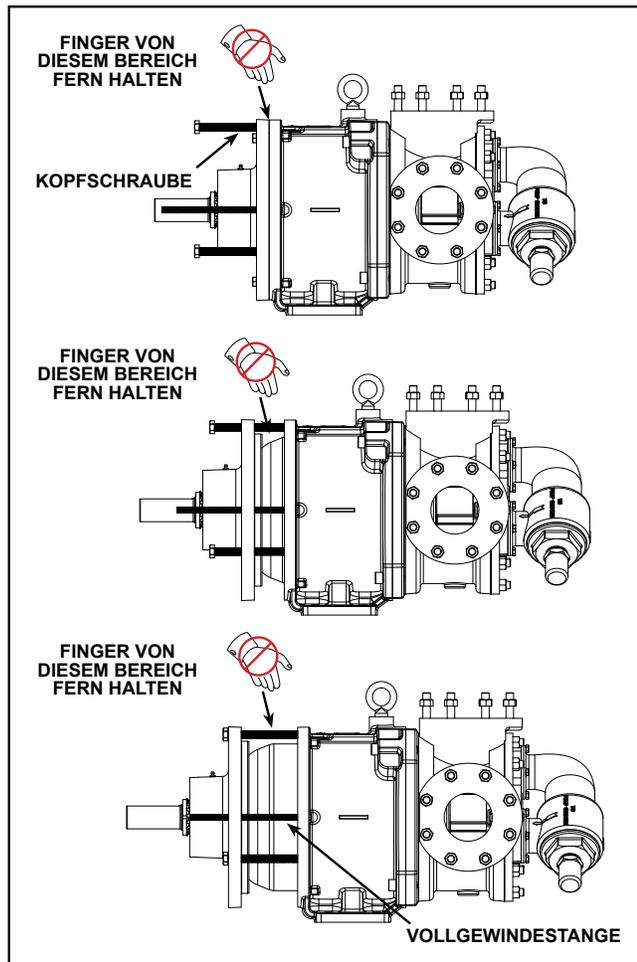

ABBILDUNG 8
9. Die innere Magneteinheit (57) mit den Abdrückschrauben (14) im Lagerträger von äußerer Magneteinheit (58) trennen (siehe Reihenfolge in **Abbildung 8**). Zur Gewährleistung der ordnungsgemäßen Ausrichtung von Lagergehäuse und Lagerträger und zur Erhöhung der Sicherheit wird empfohlen, je eine Vollgewindestange (30 cm) in die gegenüberliegenden Kopfschraubenbohrungen der Halterung zu schrauben und durch die entsprechenden Bohrungen im Lagerträger zu schieben.
10. Die äussere Magneteinheit aus der Halterung (27) schieben. Die Außenmagneten visuell prüfen. Die Magneteinheit auf Schäden und Verschleiß untersuchen und falls erforderlich austauschen. Wenn eine weitere Demontage des Lagerträgers erforderlich ist, mit dem Abschnitt „**Demontage/Montage des Lagerträgers**“ auf Seite 7 fortfahren.
11. Die Reservoirhülse (3-810-025-999-00) in die Halterung über dem Reservoir (59) einsetzen. Die Innensechskantschrauben (28 und 28A) entfernen, mit denen die Halterung an der Pumpe befestigt ist. Die Pumpe mit einem Deckenhebezug und einer Hubvorrichtung abstützen, die mit dem Schwerpunkt der Pumpe ausgerichtet sind. Die Pumpe aus der Halterung herauschieben.
12. Die Reservoirhülse entfernen. Die Innensechskantschrauben (54) vom Spalttopf entfernen. Wenn Den Spalttopf nicht in Schritt 1 entleert wurde, enthält es Flüssigkeit. Den Spalttopf vorsichtig gerade von der Pumpe abziehen. Die Spalttopfbuchse (64) auf Verschleiß untersuchen. Wenn die Spalttopfbuchse ausgetauscht werden muss, den Abschnitt „**Einbau der Buchsen**“ auf Seite 7 beachten.
13. Den O-Ring (65) untersuchen. Den O-Ring nur dann von der Adapterplatte (67) / vom Spalttopf entfernen, wenn er beschädigt ist (besonders, wenn er mit PTFE beschichtet ist). Wenn ein neuer O-Ring eingesetzt werden muss, den Abschnitt „**Montage der Pumpe**“ auf Seite 8 beachten.